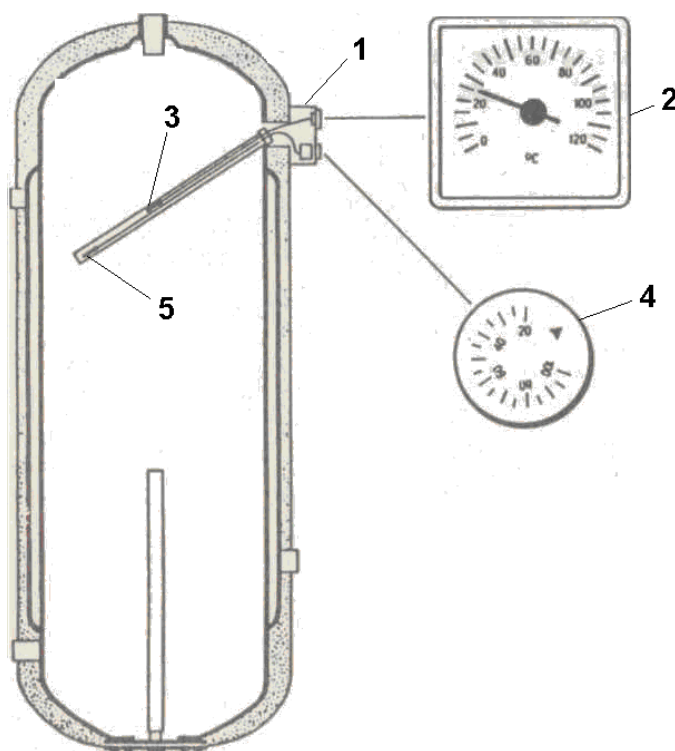

Рис.1
- 4) Блок устанавливается на бойлер с помощью двух винтов, как указано на рис.1.